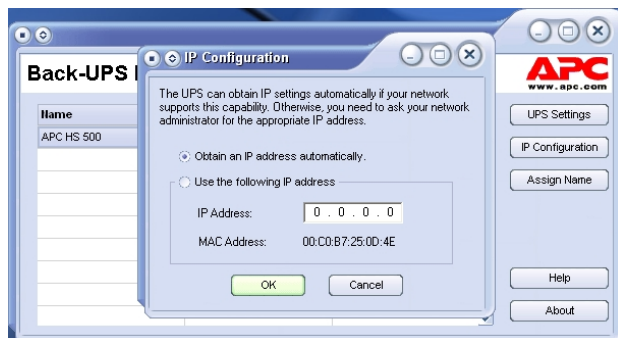

Figur 8. Back-UPS HS IP Address och MAC Address-ruta
8. Följande installation, Back-UPS HS program finns i **Start** menu. Vid programstart, söker det efter alla Back-UPS HS enheter i nätverket, och identifierar dem som framgår av Figur 8 med IP-adress och MAC-adress. IP-adressen är automatiskt tilldelad Back-UPS av DHCP-services (Dynamic Host Configuration Protocol) från din hubb eller router. IP-adresser tilldelade av DHCP-service kan ändras automatisk över tiden. Alltså, APC rekommenderar dig att inte bokmärka IP-adressen, eftersom du kanske inte hittar den med din webbläsare. MAC-adressen tilldelas Back-UPS HS 500 redan i fabriken.
10. Du kan tilldela ett namn till Back-UPS genom att klicka på knappen **Assign Name** (tilldela namn) (Figur 8) och föra in namnet i Assign Name Screen dialog. Det syns i kolumnen till vänster i IP-adress för enheten. (Figur 11). Namnet skall inte kopieras.